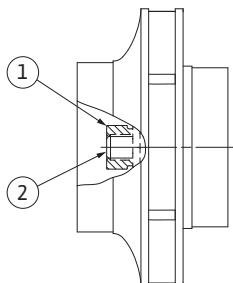

Fig. 52: Poziția corectă a piuliței rotorului după instalare
29. Prindeți arborele (a se vedea pasul 24) și fixați piulița rotorului cu acel cuplu de strângere prevăzut (a se vedea tabelul „Tabelul 11: Cupluri de strângere a șuruburilor” la pagina 53). Piulița (Fig. 52, Poz. 1) trebuie să fie aliniată aproximativ  $\pm 0,5$  mm cu capătul arborelui (Fig. 52, Poz. 2). Dacă aceasta nu este aliniată, desfaceți piulița și repetați pașii 25 până la 29.